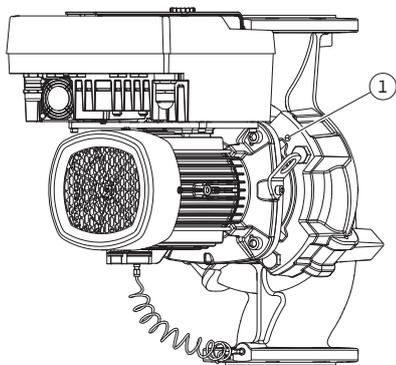

Fig. 11: Abdrücken des Einstecksatzes über Gewindebohrungen (je nach Pumpentyp)
Bei Pumpentyp Fig. II und Fig. III dafür die zwei Gewindebohrungen (Fig. 11, Pos. 1) nutzen. Dabei geeignete, bauseits bereitgestellte Schrauben (z. B. M10 x 25 mm) verwenden.
5. Den Einstecksatz (siehe Fig. 4) vom Pumpengehäuse abdrücken. Dafür die zwei Gewindebohrungen (siehe Fig. 11) nutzen. Zum Lösen des Sitzes Schrauben M10 mit geeigneter Länge in die Gewindebohrungen eindrehen.